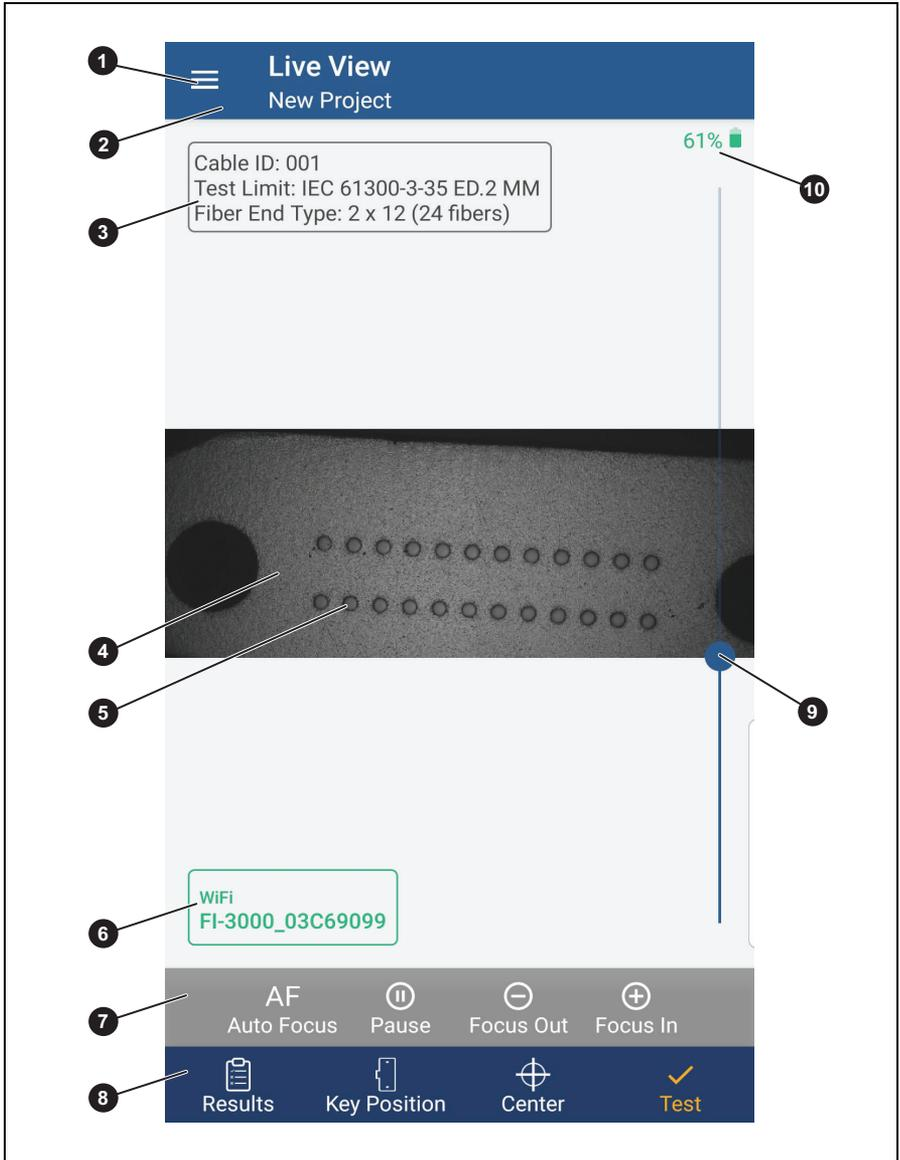

Figura 7. Pantalla de vista en tiempo real
1. Toque el indicador de conexión Wi-Fi. Consulte la figura 7 y la tabla 4.
En la figura 7 y la tabla 4 se muestran las funciones de la vista en tiempo real o la pantalla de inicio.